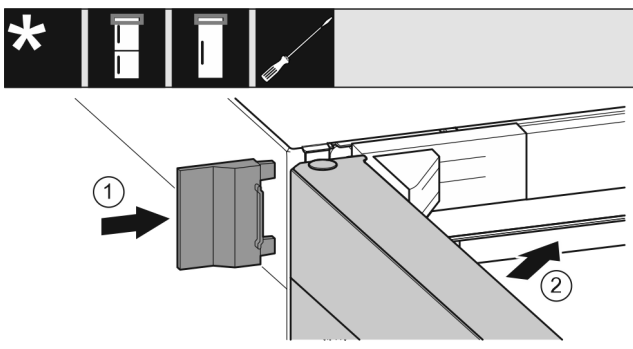

Fig. 23
- ▶ Shtyni kapakun mbulues të jashtëm Fig. 23 (1).
- ▶ Mbyllni derën lart Fig. 23 (2).